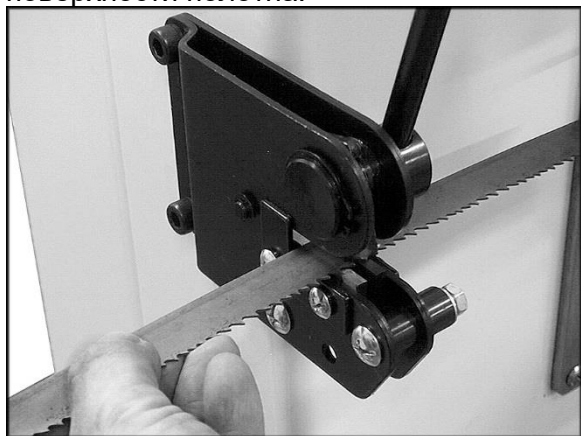

Рис. 9.
2. Уприте полотно в шаблон для резки. См. Рис. 9. Убедитесь, что полотно располагается перпендикулярно ножу, таким образом торец обрезанного полотна будет также перпендикулярен поверхности полотна.